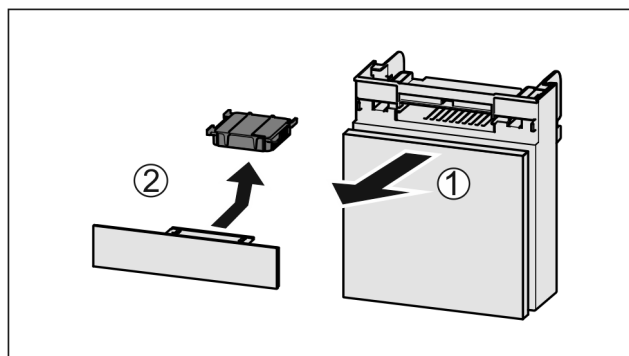

Fig. 140
- ▶ Extraire le compartiment par l'avant Fig. 140 (1).
- ▶ Sortir le filtre à charbon actif Fig. 140 (2).